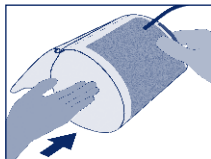
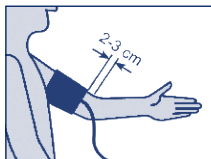

Figure 1
Figure 2
- Enfilez le brassard sur le haut du bras, jusqu'à ce que le bord inférieur du brassard se trouve à 2-3 cm du coude (Figure 1, Figure 2).